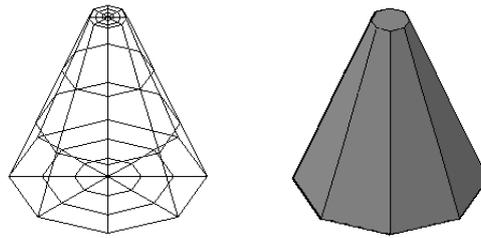

Рисунок 8.2
- выполнить построение сети в форме конуса (рисунок 8.2):